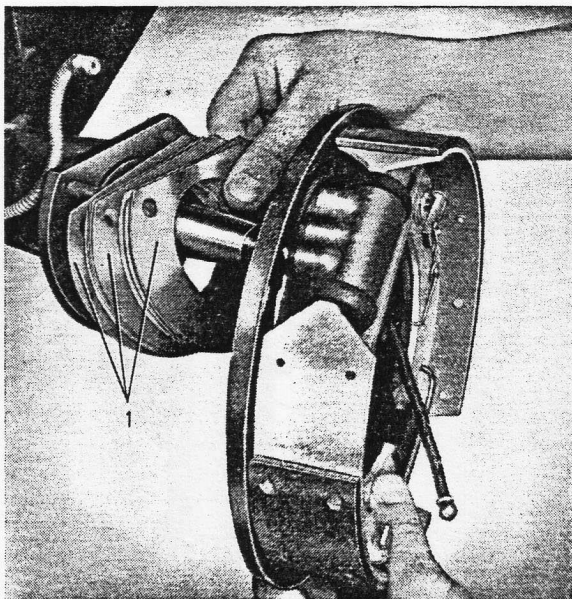
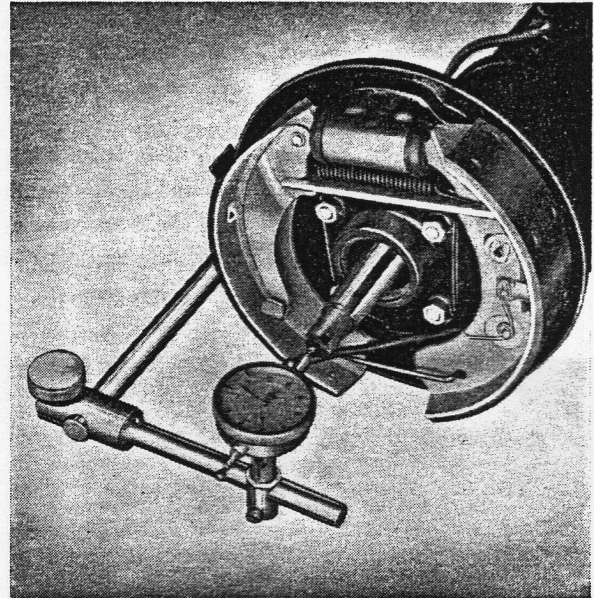

Bild 5-44. Einbau des Bremsbackenhalters
Bild 5-45. Aufmessen des Axialspieles für die Achswellen
4. Ausgleichscheiben, (46, Bild 5-56), Bremsbackenhalter, Halter (8) und Filzdichtung montieren, siehe Bild 5-44. Axialspiel der Achswellen prüfen und einstellen, siehe Bild 5-45. Zulässiges Achswellen-spiel, siehe Teil "Techn. Daten".